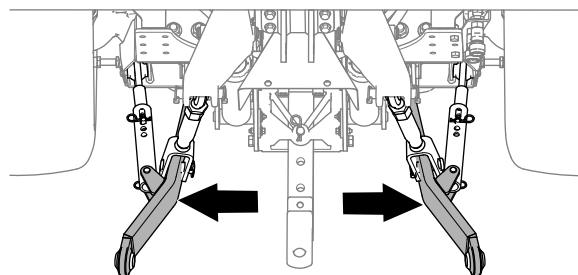

Figure 26
4. Écartez complètement les bras stabilisateurs (Figure 26); voir le *Manuel de l'utilisateur* du véhicule tracteur.